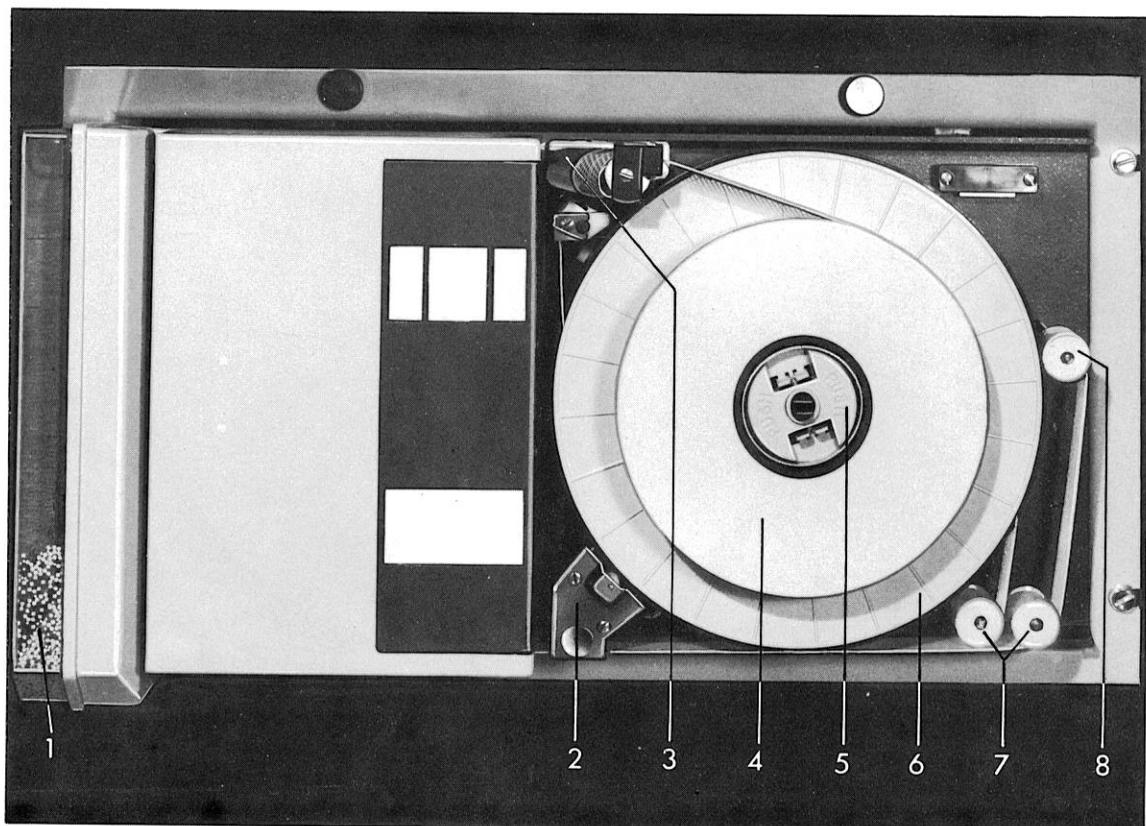
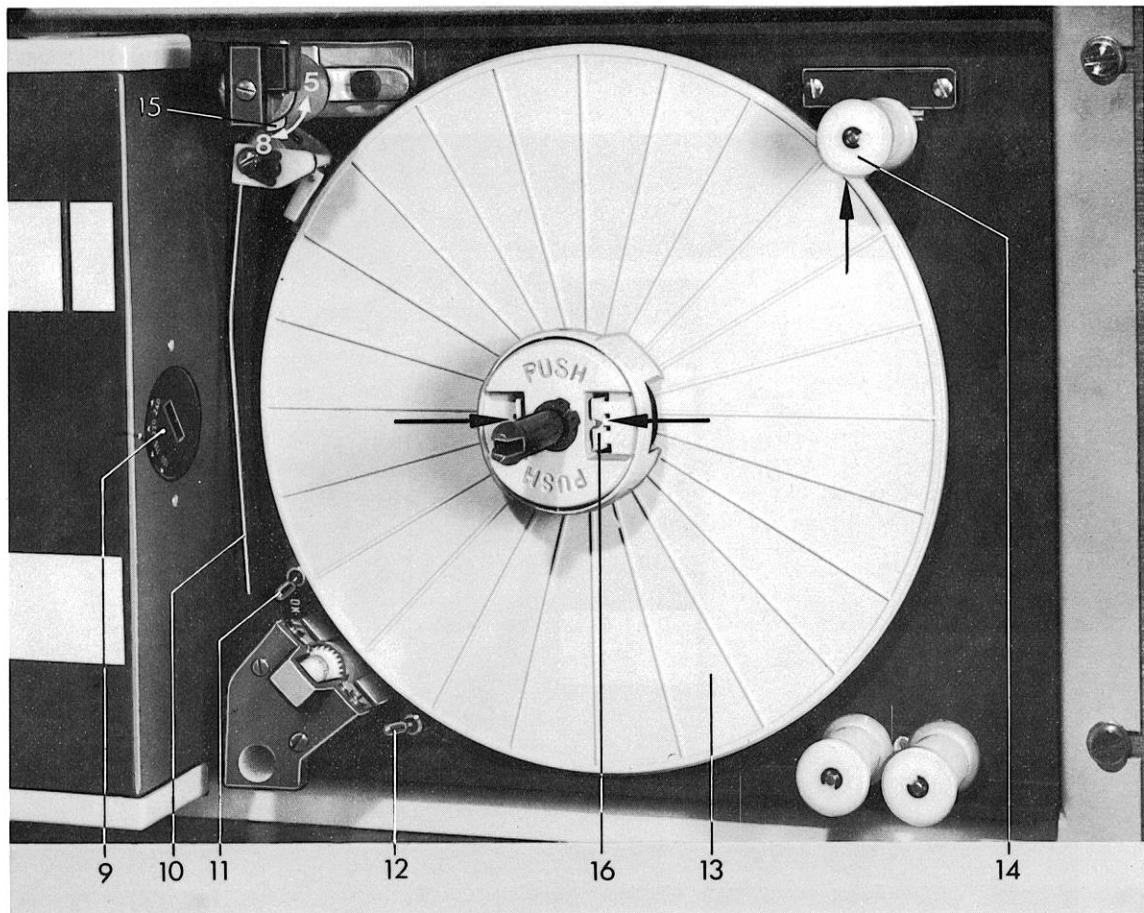
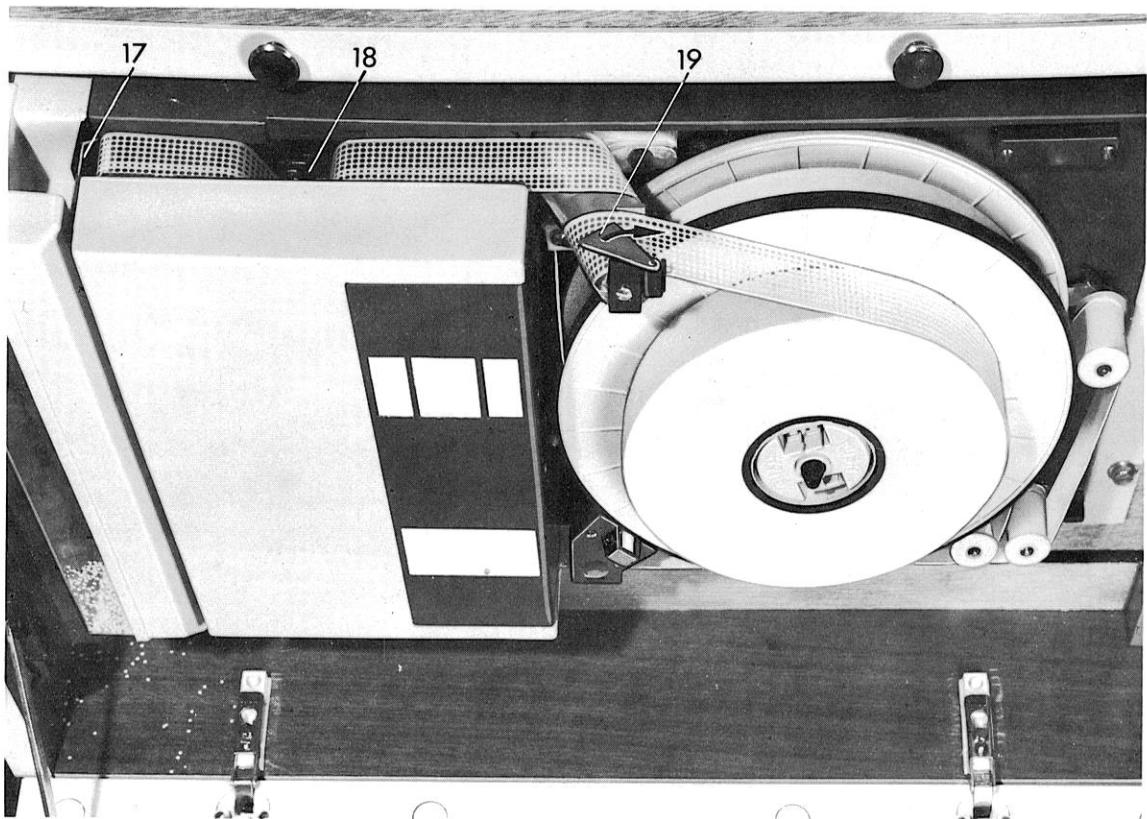

Abb. 2 Vorderansicht, Betriebszustand
Abb. 3 Stellung vor Einführen des Streifens
Abb. 5 Draufsicht mit Streifenverlauf
In den Abb. 2, 3 und 5 sind die einzelnen Bedienungselemente und Zubehörteile der LSA erläutert.
Damit der Streifen sauber aufgespult wird, kann die Umstellung auf 8- oder 5-Spur am Kletterstift (3) Abb. 2 vorgenommen werden, indem das Führungsblech (15) Abb. 3 versteilt wird, dazu vorher Schraube am Kletterstift lösen.
- Antriebsmotor (2) vom Aufspulteller (6) wegdrücken und den Aufspulteller abnehmen.
- Streifenführungshebel (8) nach oben bewegen bis zum Anschlag am Haltemagnet (14), siehe Pfeil in Abb. 3.
- Spreizverschluß (16) der Sperre auf dem Abspulteller (13) nach innen zusammendrücken, siehe Pfeile in Abb. 3.
- Streifenrolle befestigen durch Eindrücken der mit PUSH bezeichneten Buchse (5).
- Abgespulten Lochstreifen nach dem Schaubild um die Führungsrollen (7) und den Streifenführungshebel (8) legen und unter dem Antriebsmotor bis zum Schlitz neben dem Stanzabfallbehälter führen.
- Streifen bis zum Grund in den Schlitz einlegen und **unter** der vorstehenden Dämpfungsrolle (18) durchführen.
- Streifenführungshebel (8) freigeben und zur Mitte bewegen. Den Hebel in Mittelstellung (Lage wie Abb. 2) festhalten und den Abspulteller (13) entgegen Uhrzeigerrichtung drehen, bis der Hebel in dieser Position von selbst gehalten wird. (Bei Nichteinhaltung der Mittelstellung erfolgt Gerätefehlermeldung).
- Antriebsmotor zur Seite drücken und den Aufspulteller (6) wieder aufsetzen. Spreizverschluß (16) zusammendrücken. Spulenkörper aufsetzen und sichern durch Eindrücken der Buchse PUSH.
- Lochstreifen einmal spiralförmig um den Kletterstift (3) wickeln (siehe auch Abb. 5).
- Falls der einzulegende Streifen zu kurz ist, Streifenführungshebel (8) wieder nach oben drücken und die noch erforderliche Streifenlänge nachziehen. Danach den Streifenführungshebel in Mittelstellung bringen, wie vorher beschrieben.
Mit dem Schalter (12) Abb. 3 kann die Aufspulrichtung gewählt werden.
Es ist möglich, den Antrieb des Aufspultellers über den Schalter (11) Abb. 3 auszuschalten, so daß der gelochte Streifen nicht aufgespult wird.
Die Schiene (17) Abb. 5 ist fest, die Schiene (19) Abb. 5 beweglich, und zum Abreißen in Pfeilrichtung drehbar.
- Nachdem der Lochstreifen auf dem Aufspulteller aufgespult wurde, die Sperre durch den Spreizverschluß (16) Abb. 3 lösen. Streifenrolle abnehmen und den Streifen an der Abreißschiene (19) Abb. 5 abreißen.